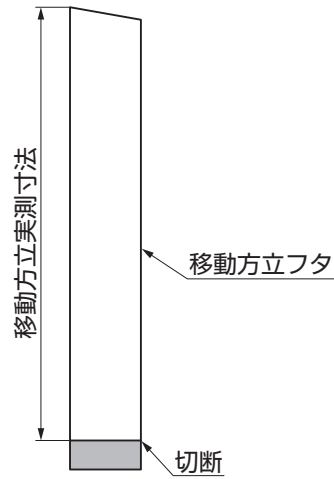

図8-1 外側用
- ①外側に取付ける移動方立フタを図8-1のように切断してください。